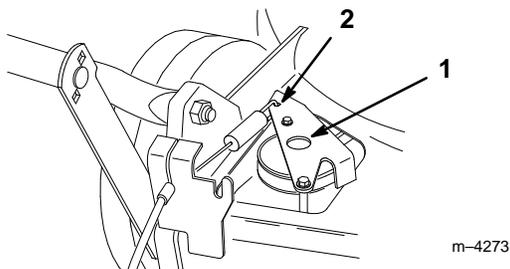

Figure 24
4. Pousser le support de traction vers le bas jusqu'à ce qu'il touche la tondeuse, et le maintenir dans cette position (Fig. 24).